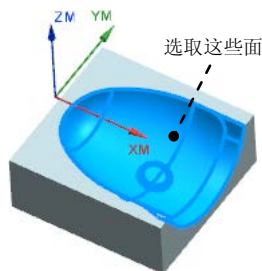

图 13.16 指定切削区域
Step2. 在图像区域选取图 13.16 所示的面 (共 22 个面), 单击 **确定** 按钮, 系统返回到“轮廓区域”对话框。